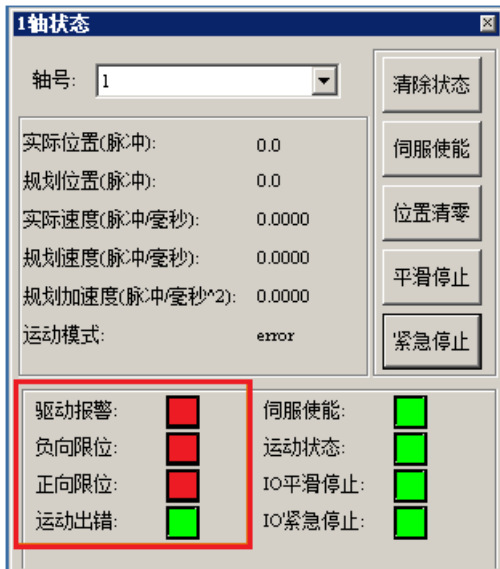
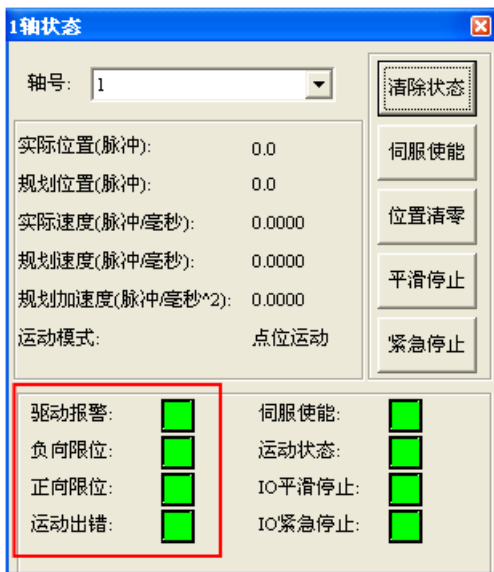

图 4-12 轴状态对话框
图 4-13 轴状态对话框
- (1) 首先，以“4.3.3 如何将控制器配置成脉冲模式”设置完“脉冲模式”后，写入控制器状态。然后，点击主界面菜单“视图”->“轴状态”，将会弹出状态显示模块对话框。若控制器刚复位完，轴1状态如图4-12所示；若将“4.3.3”设置写入了控制器，使报警无效，并点击“伺服使能”，轴1状态如图4-13所示。（注：可以同时启动4个轴状态显示对话框。对话框的“轴号”下拉列表可以选择控制轴号，选择后，对话框的标题将显示对应信息）。
- (2) 图4-12、图4-13轴状态对话框中显示的是当前轴的一些运动参数，从上至下分别为“实际位置”-“规划位置”-“实际速度”-“规划速度”-“规划加速度”。
- (3) 下边的框中状态标志以对应图标的颜色表示不同的状态，绿色代表该标志位没有触发，红色代表该标志位已经触发。
(4) 图4-12、图4-13轴状态对话框右边的一排按钮可以对轴进行一些操作。